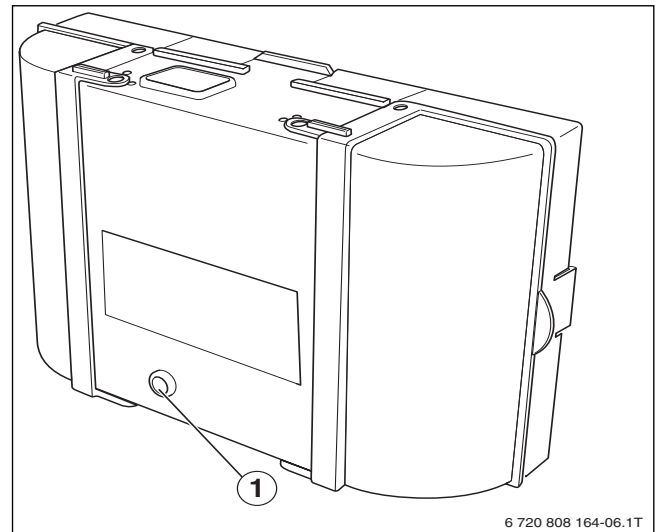

Bild 39 Störungen am Feuerungsautomaten zurücksetzen
- ▶ Entstör-Taste am Feuerungsautomaten drücken (→ Bild 39).